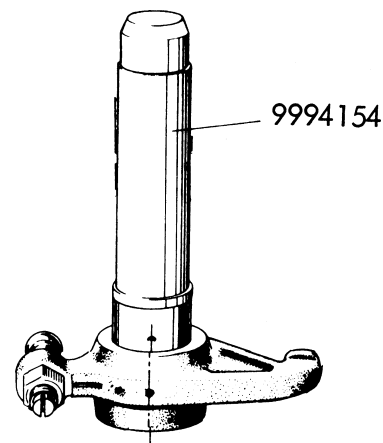

Fig. 14. Byte av vipparmsbussning.
4. Ovalsliten vipparmsbussning byts ut. Ur- och ipressning sker med en dorn. Härvid skall bussningen pressas i så, att oljehålet intar det läge fig. 14 anger. Efter ipressning brotschas bussningen till lätt skjutpassning.